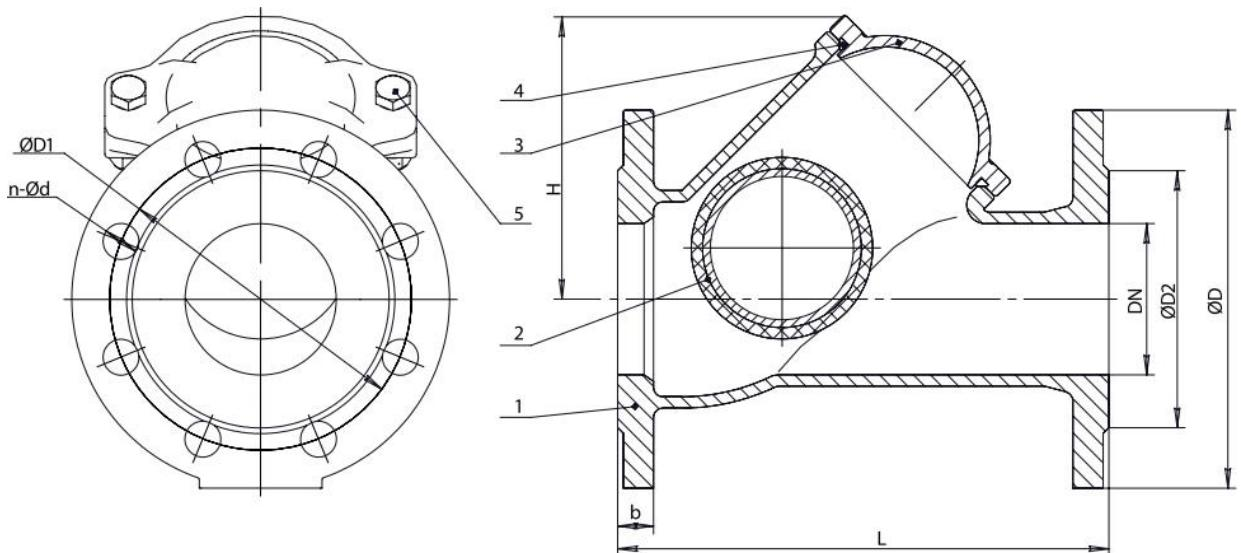

Рис. 1
1.3.1. Основные элементы конструкции клапана приведены в табл.1, на рис.1.
1.3.2. Под действием прямого потока рабочей среды шар (2) перемещается под крышку корпуса (3) и открывает клапан. При отсутствии прямого потока рабочей среды, под действием собственного веса, шар опускается и перекрывает обратный поток среды (рис.1).
| 2. | Пропуск рабочей среды через   | Ослабла затяжка болтов крепления крышки.                                | Произвести дополнительную затяжку болтов (5) крепления крышки (3) (рис.1).  |